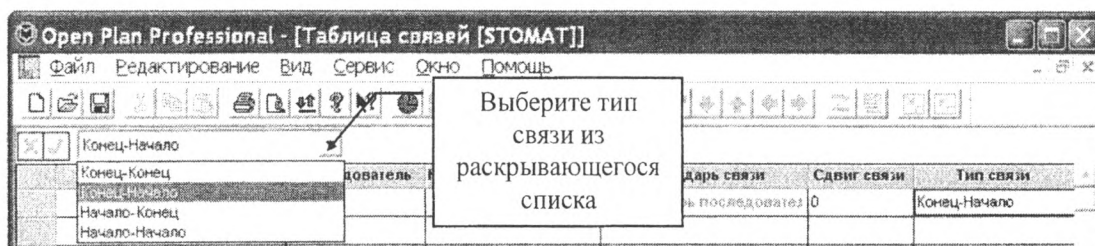

Рис. 10. Установление типа связи
3. Установите тип связи. Для этого активизируйте соответствующую ячейку столбца **Тип связи** и укажите тип связи (рис. 10).